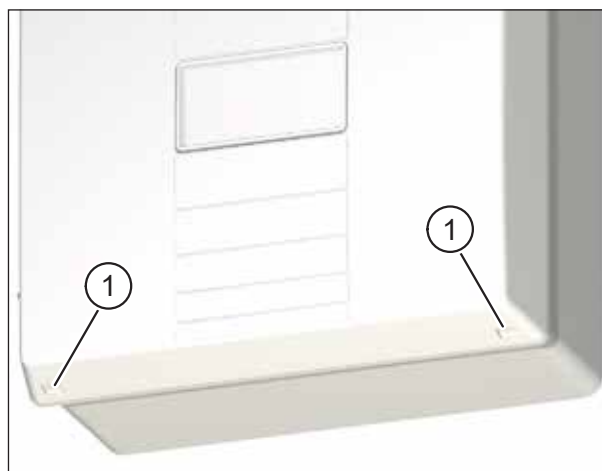

Abb. 14: Gerätedeckel vom Lüftungsgerät abnehmen
- ▶ Drücken Sie mit beiden Daumen auf die beiden Rasthaken (Pos. 1 in Abb. 14) an der Unterseite des Lüftungsgerätes. Der Gerätedeckel löst sich.